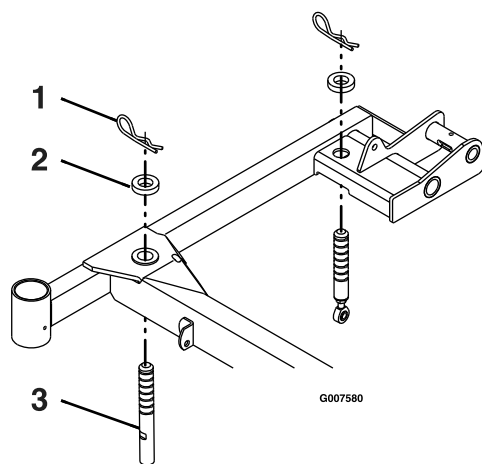

Figure 63
3. Vérifiez que toutes les goupilles fendues sont insérées dans les trous de hauteur de coupe de 7,62 cm (3 po) et que des entretoises sont placées dessous (Figure 63).
de 7,62 cm (3 po) à l'avant du tablier et de 8,26 cm (3,25 po) à l'arrière du tablier (Figure 63).